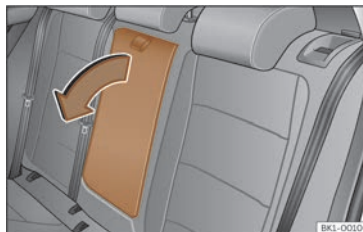

Fig. 101 Reposabraços central del darrere abatible (representació esquemàtica).
- Per **abaixar** el reposabraços, estireu el llac en el sentit de la fletxa >>> **fig. 101**.